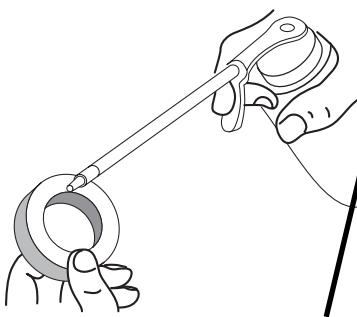

Fig. 20
4. Appliquez suffisamment d'huile propre SAE 30 pour enduire légèrement le filtre (Fig. 20).